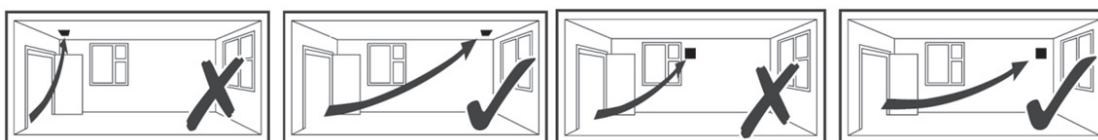

Bild 1: QF100SX5CON
1. Välj och följ lämpligt kopplingsschema. (Bild 1, 2 eller 3)
Se Bild 1, 2, 3, 4, 5, och 6
- Fläkt med en hastighet. Styrs av fjärrbrytare (t.ex. ljusbrytare eller automatisk sensor) Bild 1.
QF100SX5CON – Fläkt med en hastighet. Styrs av fjärrbrytare (t.ex. ljusbrytare eller automatisk sensor) Bild 1.